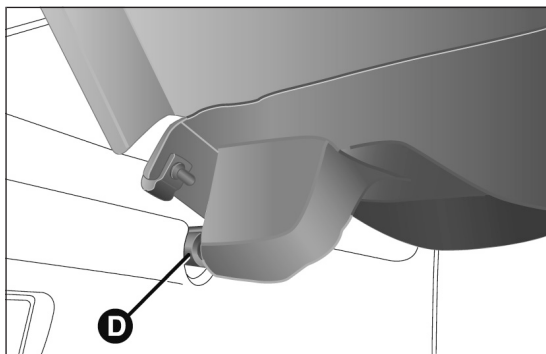

fig. 85
- dégager les axes D fig. 85 situés à l'extérieur de la tablette, puis déposer la plage arrière B en la tirant vers le haut ;